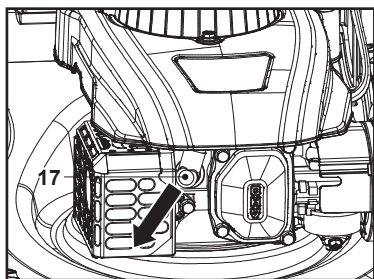

Fig. 25
1. Débrancher le connecteur de bougie d'allumage (17) (Fig. 25).